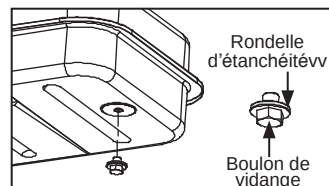

Figure 10. Boulon de vidange
(Pour les modèles DFA135C/180CV/220CV uniquement.) (Voir Figure 10)
5. À l'aide de la douille de 3/4 po ou de la clé à molette, remplacez le boulon de vidange sur le réservoir à combustible. (Pour les modèles DFA135C/180CV/220CV uniquement.) (Voir Figure 10)